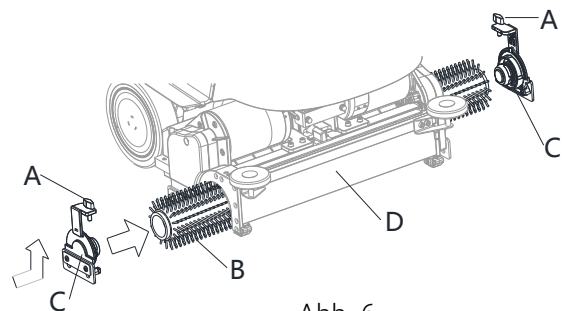

Abb. 6
1. Stellen Sie sicher, dass das Zylinderdeck (47) angehoben ist.
2. Das Gerät über die Start/Stop-Taste (62) ausschalten.
3. Je nach der durchzuführenden Reinigung die Bürste (B, Abb. 6) installieren und Folgendes beachten:
- Lösen Sie die Schraube (A) und entfernen Sie den Seitenhaken (C) vom Bürstendeck (D).
- Die Bürste (B) in das Deck (D) einbauen. Den Seitenhaken (C) für die Bürste einbauen und die Schraube (A) sichern.